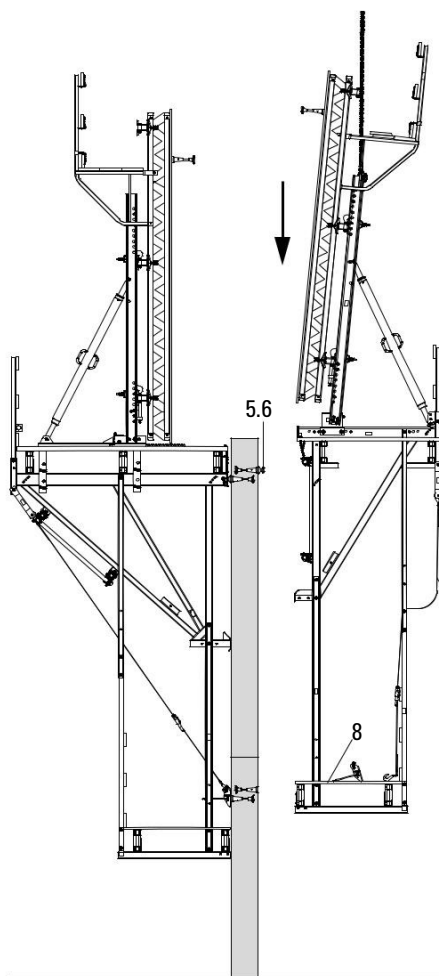

Fig. B1.28
10. Довършете пода на долната платформа (8). (Fig. B1.28)